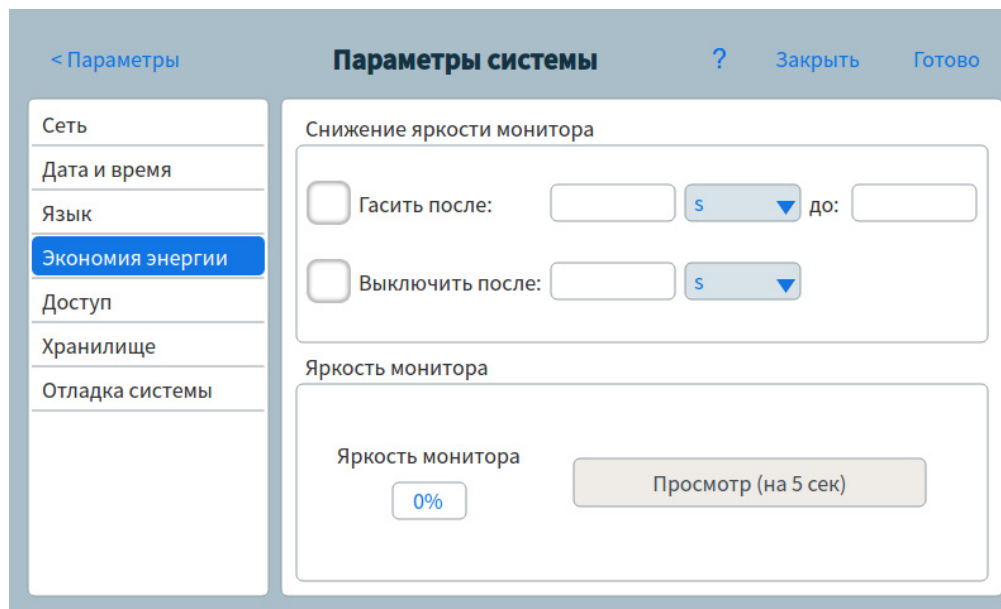

Рис. 47. Страница энергосбережения
- 1 На странице системных параметров нажмите кнопку выбора страницы **Экономия энергии**. Появится страница экономия энергии. См. **Рис. 47**.